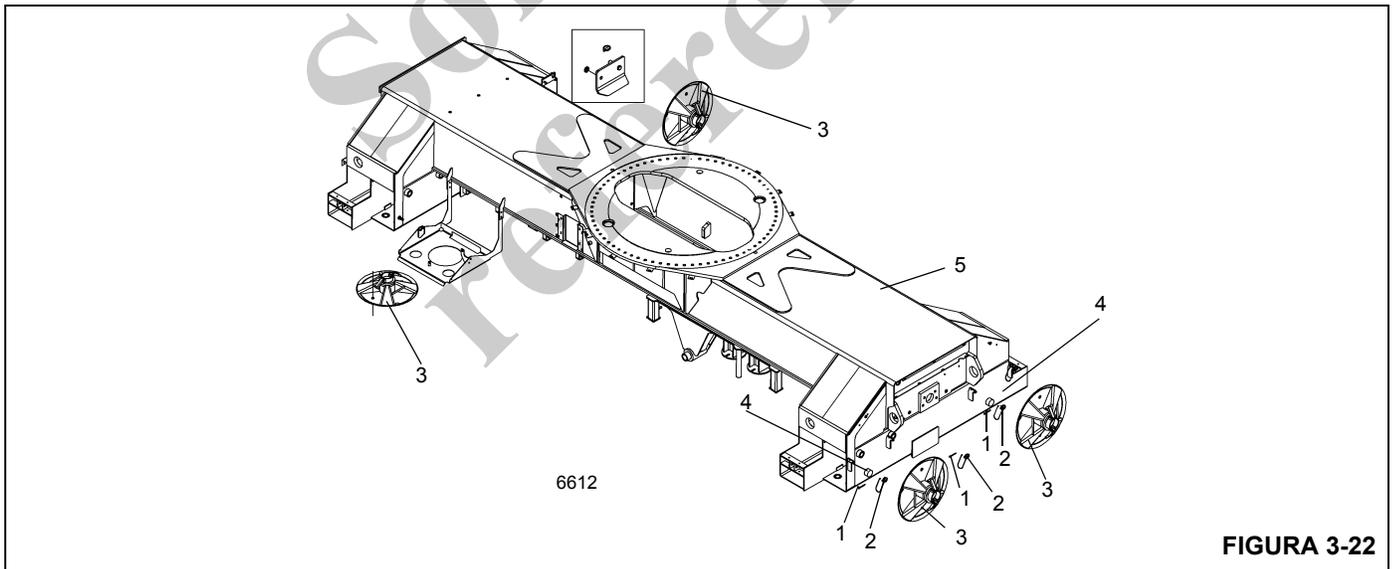

FIGURA 3-22
7. Después de que todos los estabilizadores se hayan retraído, almacene los flotadores de los estabilizadores. (Figura 3-22) Fije los flotadores con pasadores de traba rápida y pasadores hendidos.